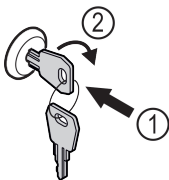

Fig. 95
- ▶ Klíč zasuňte dovnitř Fig. 95 (1).
- ▶ Otáčejte klíčem o 90° ve směru hodinových ručiček Fig. 95 (2).